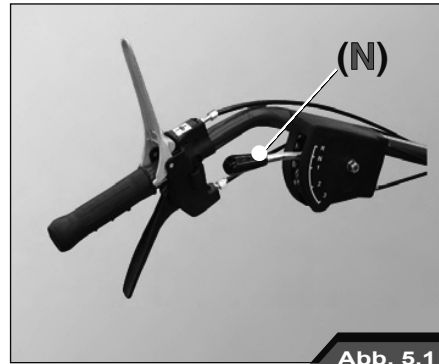

Abb. 5.1
- zu Ihrer eigenen Sicherheit muss der Gangschalthebel sich immer in der Leerlaufstellung befinden (N, Abb. 5.1).
- Überprüfen Sie zu Ihrer Sicherheit, dass der Maschinenvorlaufhebel (2) und der